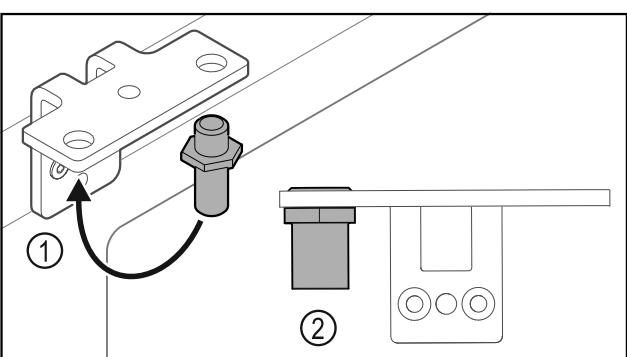

Fig. 17
- ▶ Premjestite svornjake Fig. 17 (1) u kutnim šarkama.
- ▶ Pritegnite svornjake Fig. 17 (2) okretnim momentom od **12 Nm**.